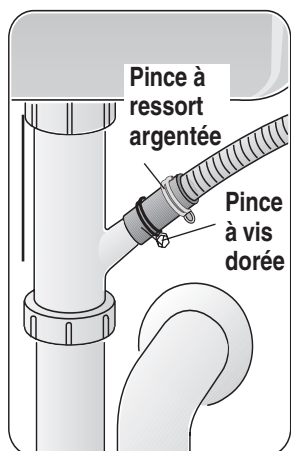

Figure 22
- 1 Directement sous la connexion de vidange de l'évier, **figure 22**.